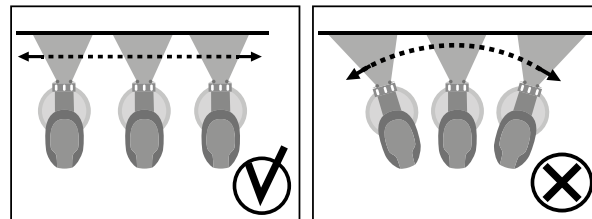

Рис. 5
- 1.** Установите распылитель на расстоянии 25-30 см от окрашиваемой поверхности. Включите изделие, сначала нажав кнопку включения компрессора (3), затем курок выключателя (7).
Примечание! Расхода материала определяется регулятором (8). Равномерно ведите изделие вдоль окрашиваемой поверхности, держа распылитель перпендикулярно ей. В процессе работы не отклоняйте изделие от перпендикулярного положения (Рис. 5).
4. Налейте в емкость (6) воду или растворитель, которым Вы разводили материал, соберите изделие и включите в работу до полной очистки выходной струи от распыляемого материала;